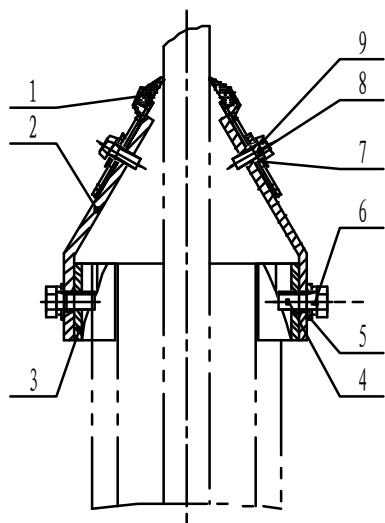

图 6.1
7.1.陶瓷过滤板（见图 6.1）
7.3.1 刮刀的安装（见图 6.1、6.2）